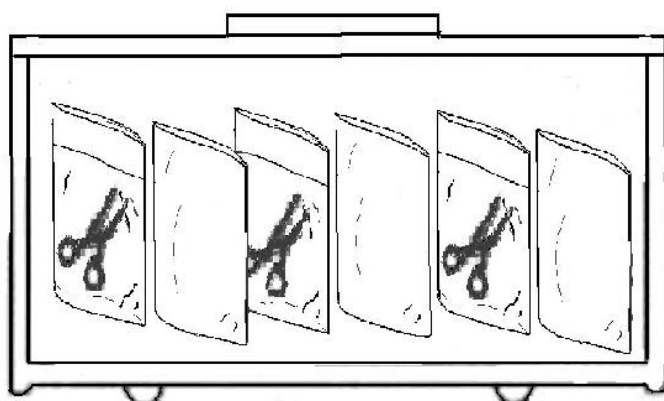

Figura 24
**⚠ Advertencia:** Si los implementos son empacados con las bolsas de esterilización y se colocan dentro de la caja de esterilización, asegúrese de desplegar los artículos según se muestra en la Figura 24..